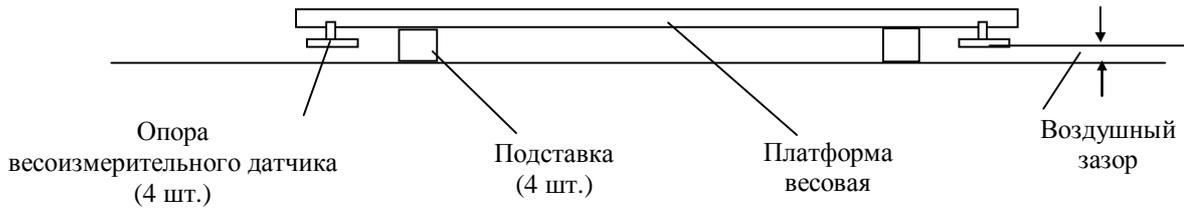

Рис. 6.1- Вывешивание платформы
6.4.1 Вывесить платформу - подложить под раму платформы вставки (деревянные бруски подходящего размера) так, чтобы опоры весоизмерительных датчиков не касались поверхности пола (рисунок 6.1).